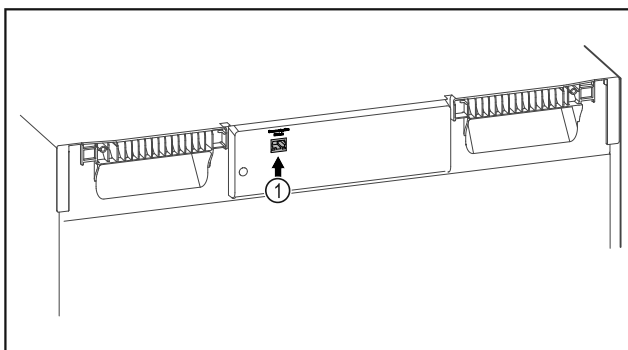

Fig. 154
- Το SmartModule Fig. 154 (1) είναι τοποθετημένο.